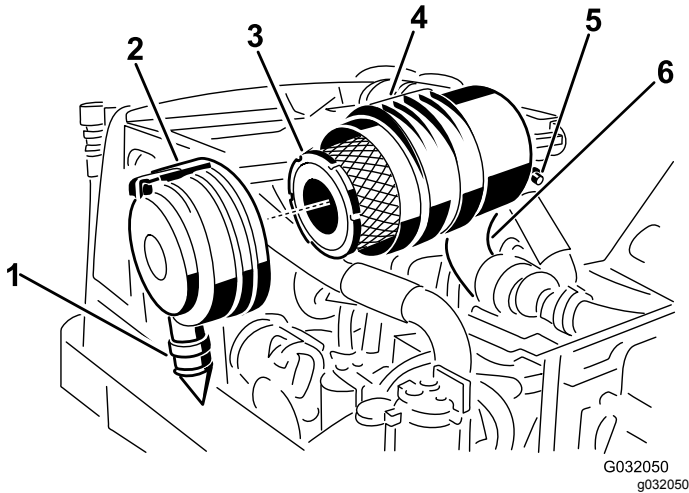

Bild 45
2. Entfernen Sie den Hauptfilter (Bild 45).
zwischen 17.00 Uhr und 19.00 Uhr (vom Ende her gesehen), und arretieren Sie den Riegel. Bild 45
- Wechseln Sie den Hauptfilter aus (Bild 45).